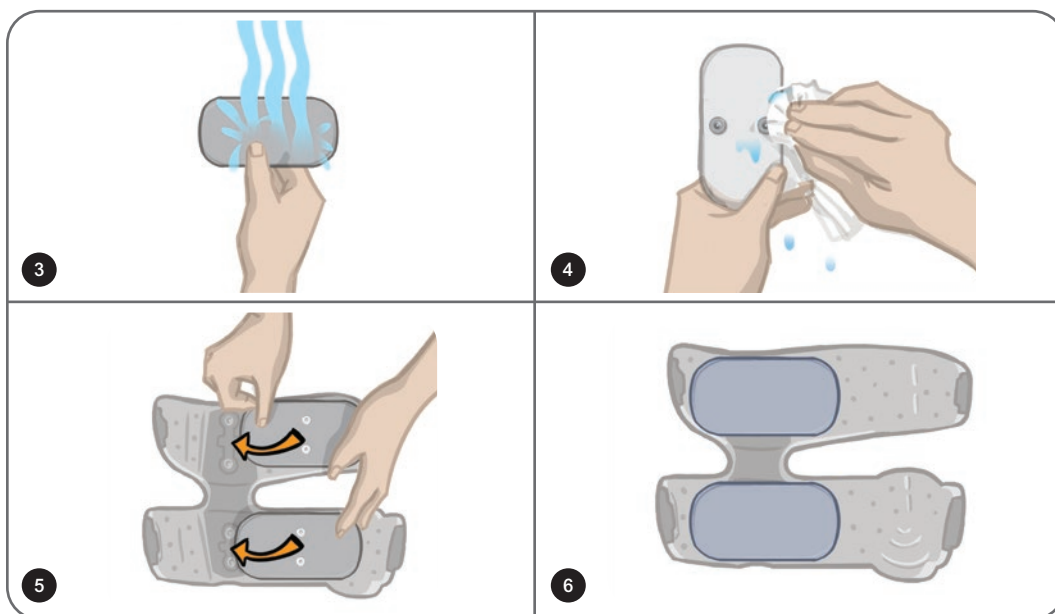

Figura 11-11: Sostituzione degli elettrodi Cloth per coscia
**Per sostituire gli elettrodi Cloth per coscia: (Figura 11-11).**